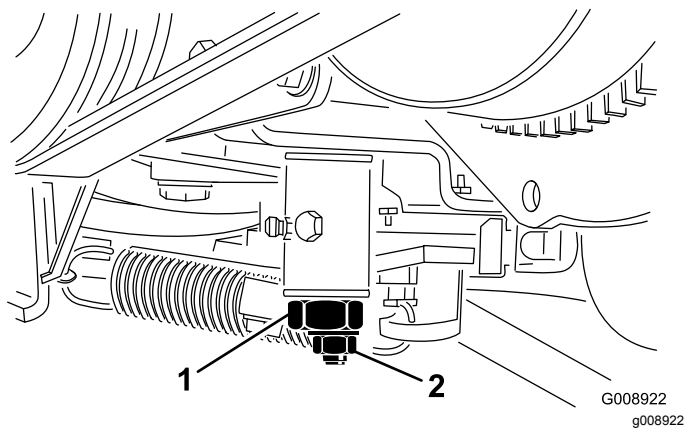

Figura 67
3. Desaperte a porca de bloqueio no excêntrico de tração (Figura 67).